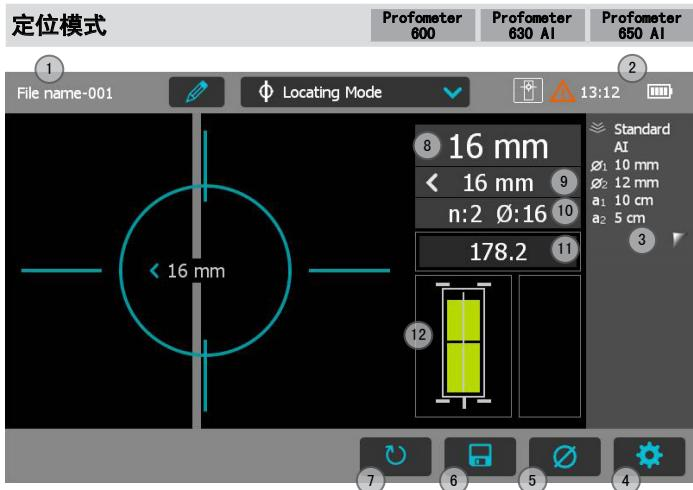

图 7：定位模式
- 在此位置，您也可测量直径，只需按探头的右侧的 B，或按触摸屏装置上的 5（参见图 7）（例如，当探头固定在伸缩式延长杆上时）。